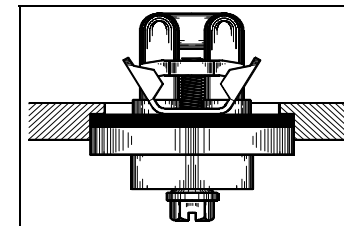

Figure 2 - Chauffe-bloc fermement placé contre le bloc.
6. Insérez le chauffe-bloc dans le trou. Pointez l'élément dans la bonne direction. Poussez le chauffe-bloc fermement contre le bloc-moteur une fois qu'il est bien orienté (fig. 2).